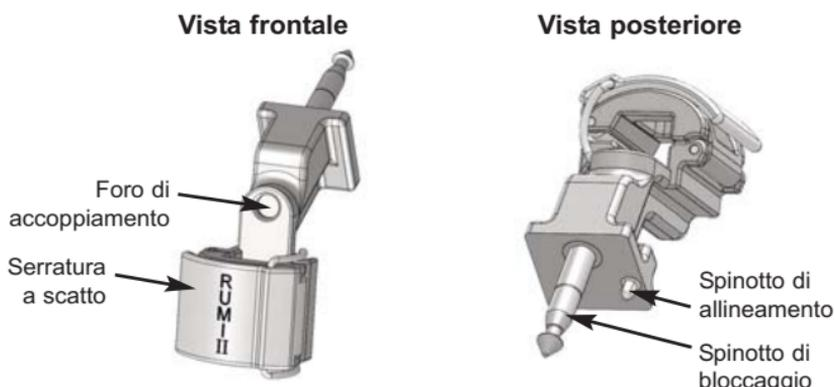

Figura 1. Adattatore RUMI® II
2. Inserire lo spinotto di bloccaggio dell'adattatore (Figura 1) nel foro di accoppiamento del braccio dell'UPS fino a fissarlo saldamente. Usare lo spinotto di allineamento per orientare correttamente l'adattatore.